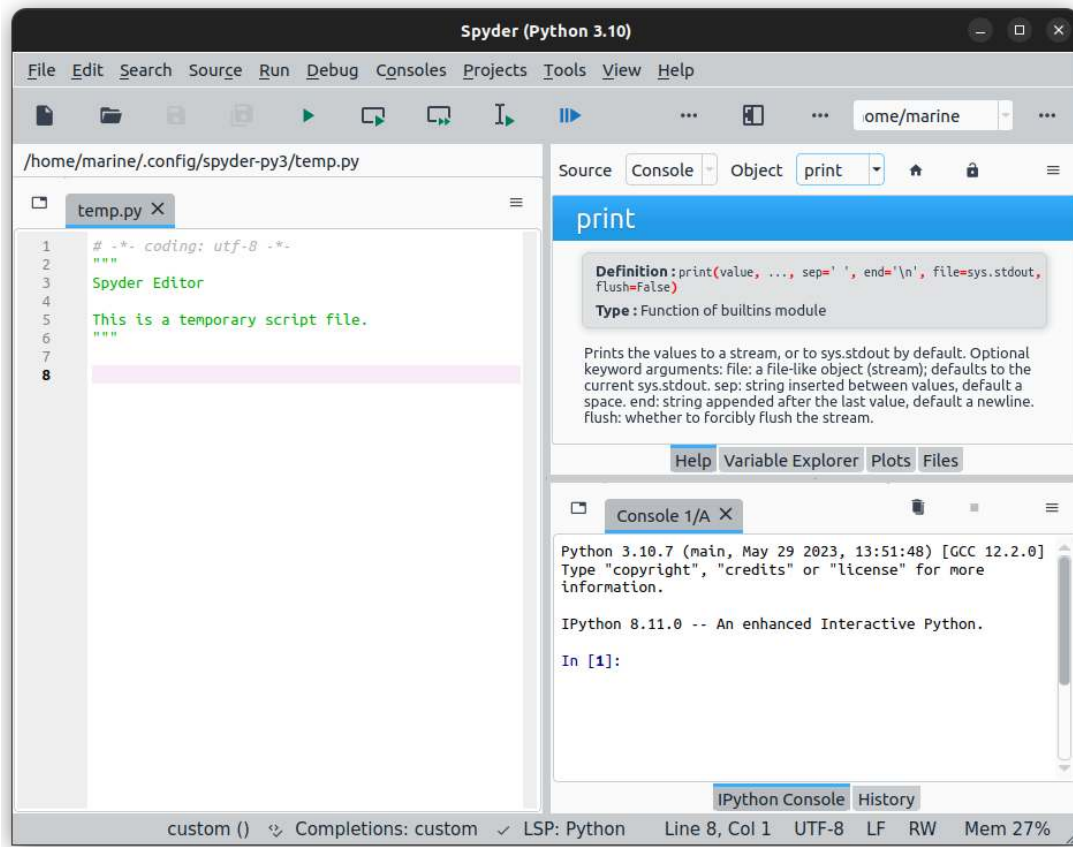

FIGURE TP1 – Fenêtre Spyder.
- Après quelques instants, une fenêtre ressemblant à la figure TP1 s'affiche.